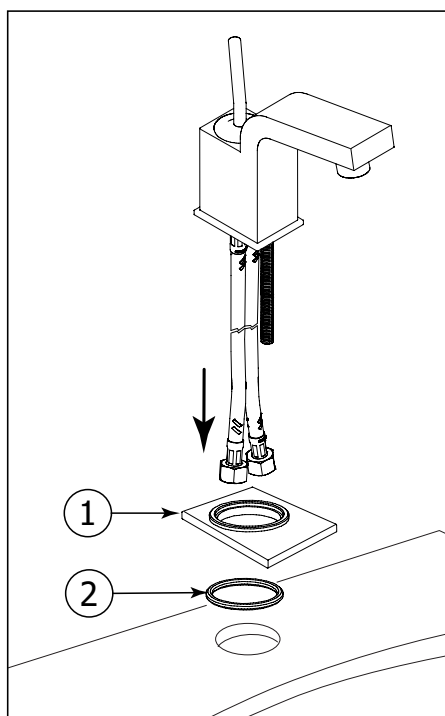

Fig.2
Place the washer (2) and the spout base (1). Then insert the faucet hoses into the hole (Ø 1-3/8") of the basin or countertop as shown (Fig.2).
Placer la rondelle (2) et le base de bec (1). Ensuite insérer les tuyaux de robinet dans le trou (Ø 1-3 / 8 ") du lavabo ou du comptoir tel qu'illustré (Fig.2).